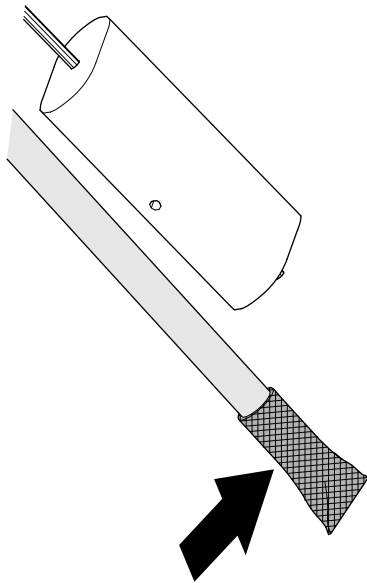

Bild 127
1. Reinigen Sie das Sieb am Ende des Kraftstoffzulaufschlauchs (Bild 127).